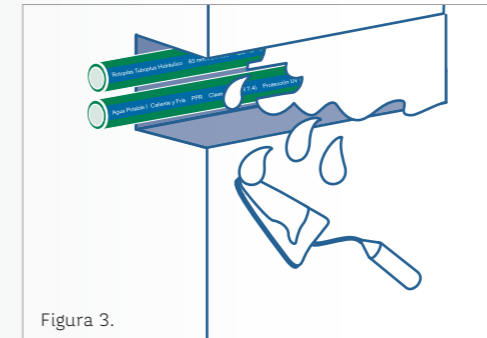

Figura 3.
- Aumenta la altura de la ranura para separar las tuberías a una distancia igual al diámetro de la tubería (ver Figura 3).